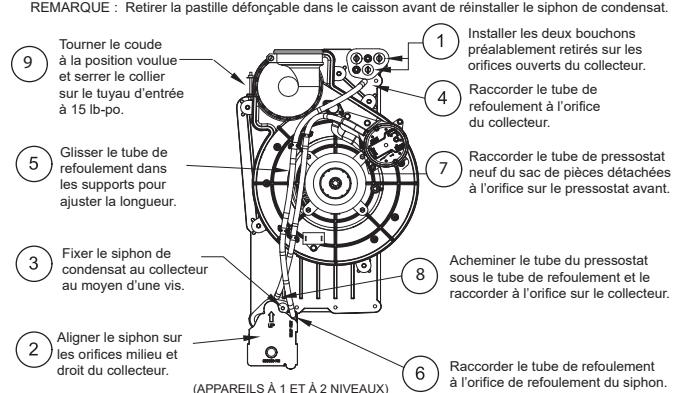

Fig. 11 – Configuration horizontale à gauche (l'apparence peut varier) A230049FR
Lorsque la chaudière est installée en configuration horizontale à droite, le siphon de condensat est initialement situé au fond du collecteur, comme reçu de l'usine. Consultez l'image du haut de la Fig. 10. Lorsque la chaudière est installée en configuration horizontale à gauche, le siphon de condensat est initialement situé au sommet du collecteur, comme reçu de l'usine. Consultez l'image du haut de la Fig. 11. Dans les deux cas, le siphon doit être repositionné sur le collecteur pour assurer un drainage adéquat du condensat. Consultez les images inférieures de la Fig. 10 et de la Fig. 11.
- La Fig. 11 illustre le siphon de condensat et la tuyauterie avant et après le repositionnement en position horizontale à gauche.